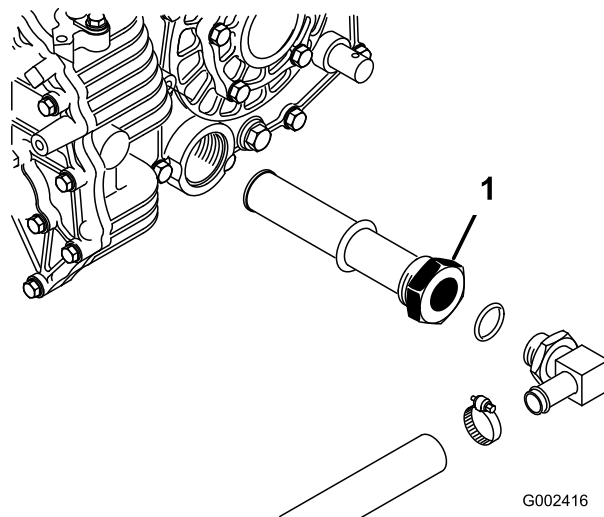

Figura 71
3. Annotatevi l'orientamento del flessibile idraulico e del raccordo a 90° collegati al filtro sul fianco del serbatoio (Figura 71).